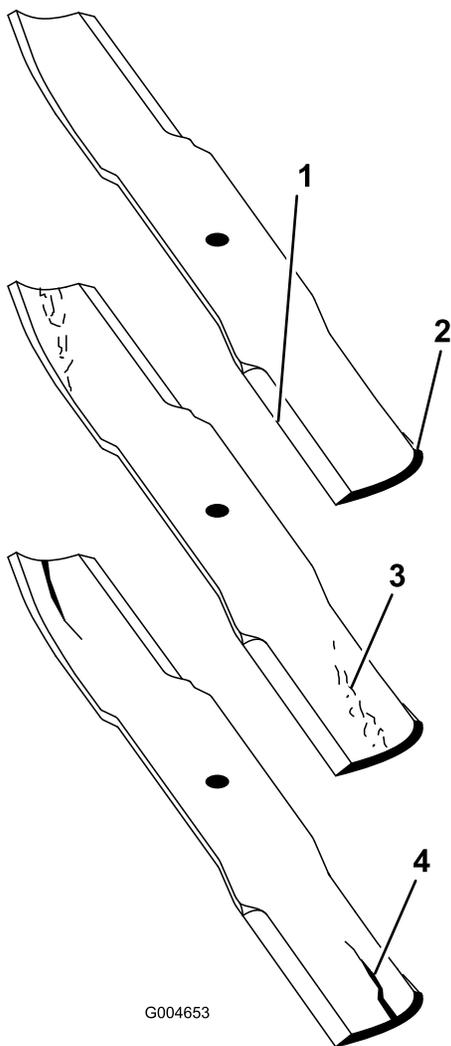

Figura 125
2. Examine cuidadosamente as extremidades da lâmina, prestando especial atenção à zona onde se encontram as partes curvas e planas da lâmina (Figura 125).
Nota: A areia e os materiais abrasivos podem desgastar o metal entre as partes plana e curva da lâmina; por isso, verifique a lâmina antes de utilizar a máquina. Se verificar que esta zona se encontra desgastada (Figura 125), substitua a lâmina.